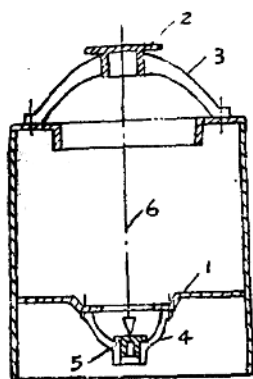

图 15
1. 装上小三脚架4 (如图15所示), 按定位肖固紧于下大三脚架1上,
2. 校正錫林軸中心 (图15)。
①将上定心盘2放入上大三脚架3的座孔内;同时将下定心盘5放入小三脚架孔内,使其保持水平状态。
②从上定心盘中心挂下綫錘6,可綫动下大三脚架来校正使錘尖与下定心盘中心符合。
③复校小三脚架表面水平,然后綫紧下大三脚架螺絲。